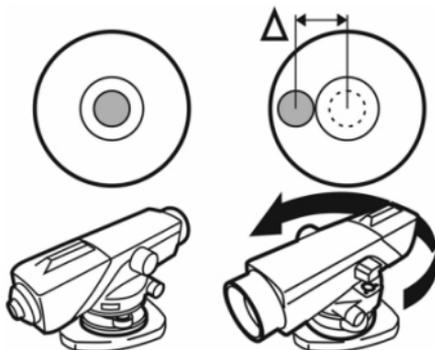

Рис. 8
С помощью подъемных винтов (7) установите пузырек в центр круглого уровня (11) и поверните зрительную трубу на  $180^\circ$  (рис. 8). Пузырек должен оставаться в центре. В противном случае необходимо произвести юстировку.